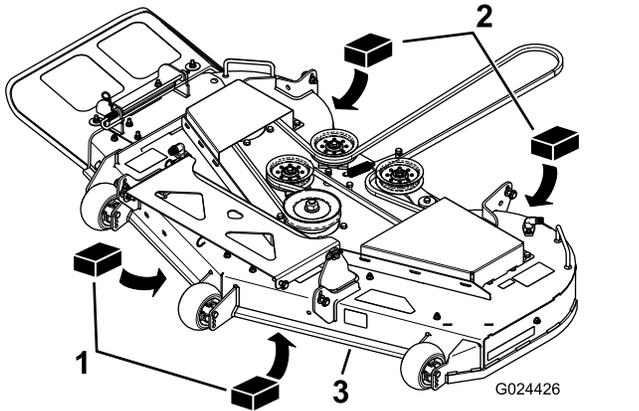

Figura 61
3. Coloque dos bloques de 6.6 cm (2 5/8") de grosor debajo de cada lado del borde delantero de la carcasa, pero no debajo de los soportes de los rodillos protectores del césped (Figura 61).
- Coloque dos bloques de 7.3 cm (2 $\frac{7}{8}$ " de grosor debajo del borde trasero del faldón de la carcasa de corte, uno en cada lado de la carcasa de corte (Figura 61).